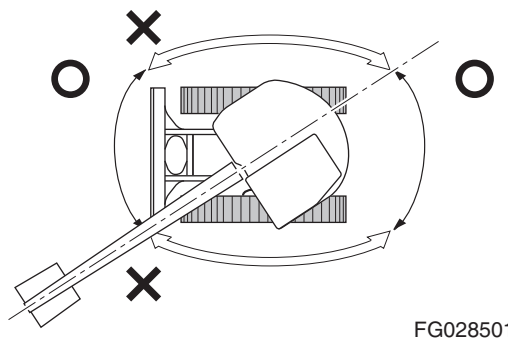

Figura 74
9. Opere con el martillo hidráulico únicamente delante o detrás de la excavadora. No utilice el martillo en cualquier lado de la excavadora. No oscile el martillo de lado a lado cuando se maneje. Consulte Figura 74.